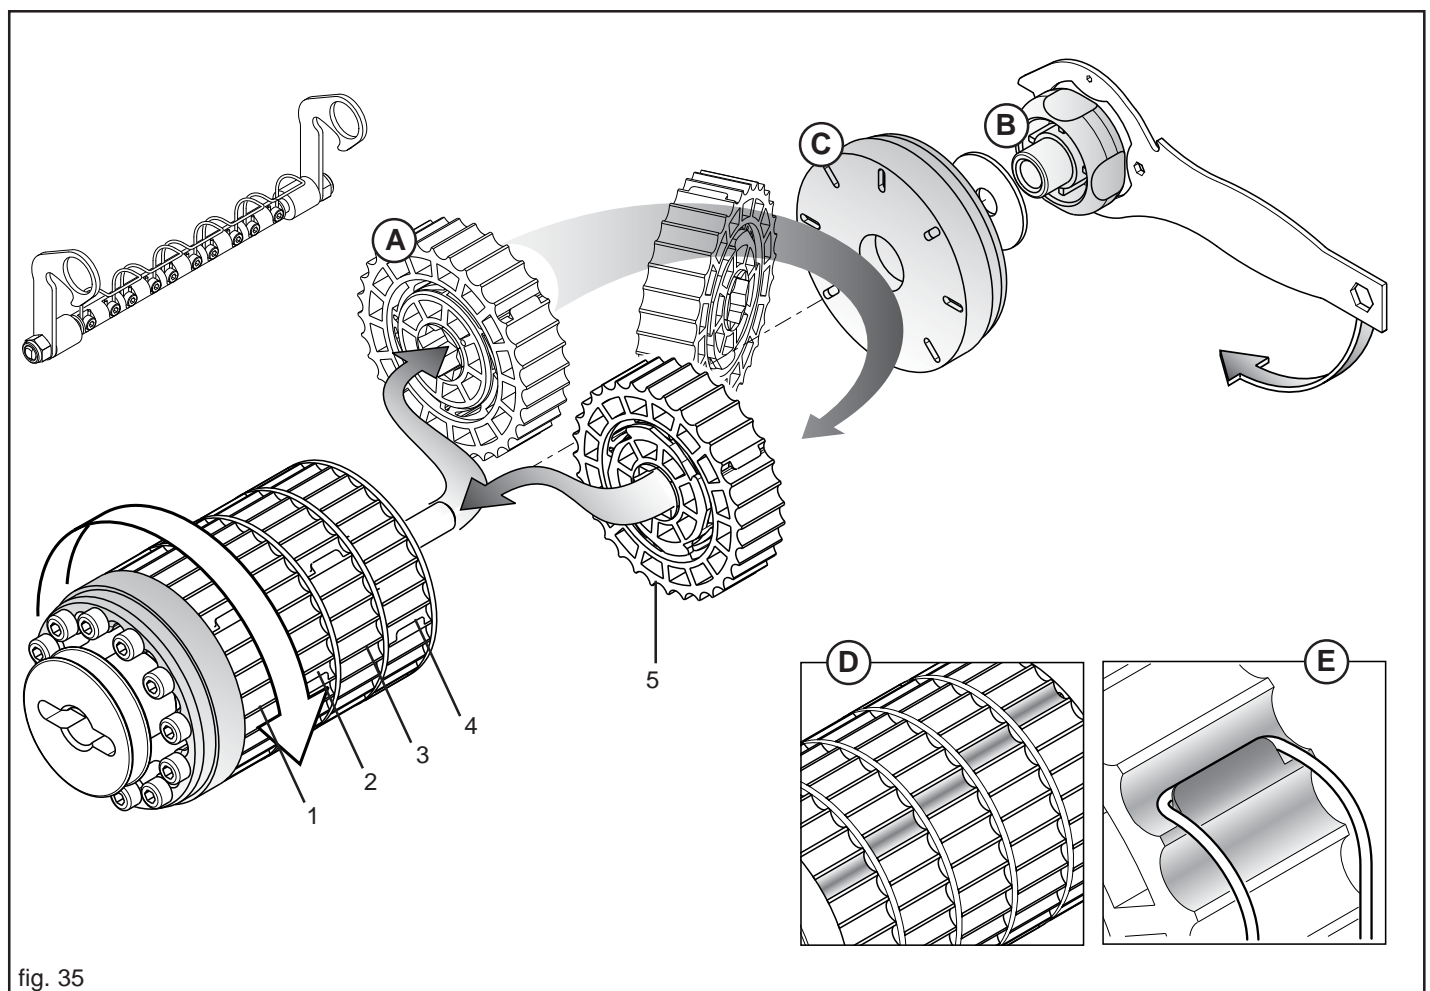

fig. 35
Premesso che ogni settore (A, Fig. 35) distribuisce il 20% di prodotto dell'intero rullo dosatore, è possibile aumentare i settori in lavoro e ridurre rispettivamente la velocità di rotazione del cambio, ottenendo una distribuzione omogenea.
Dopo aver smontato il rullo di dosaggio dall'attrezzatura, utilizzare la chiave in dotazione per svitare il pomello (B, Fig. 35) e togliere la ghiera di bloccaggio (C). Sfilare il settore o i settori da attivare e rimontarli capovolti di 180° **rispettando le posizioni** (1-2-3-4-5, Fig. 35).
Nel rimontare i settori, fare in modo che in condizioni di lavoro quelli attivi presentino le camere sfalsate una dall'altra (D, Fig. 35), per garantire continuità alla distribuzione.
Bloccare l'elemento pulitore nella posizione di lavoro, verificando che le molle aggancino i rispettivi settori escusi (E, Fig. 35) impedendone la rotazione e quindi la distribuzione.